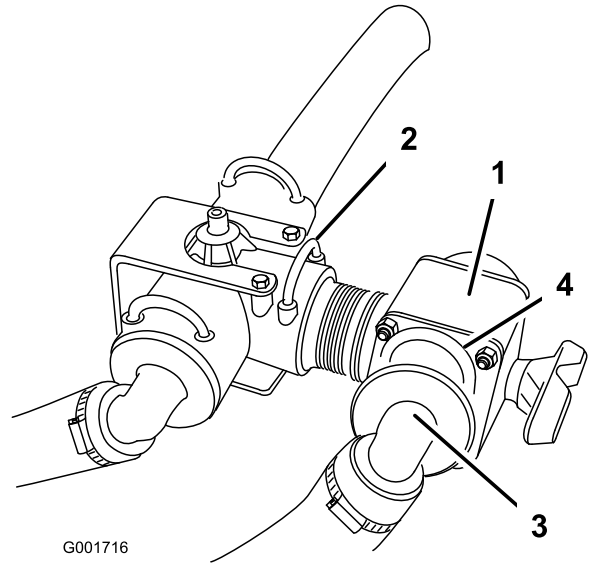

Figura 9
4. Installate la nuova valvola di regolazione nei punti di connessione liberi posteriori nel raccordo a T e fissatela con una nuova forcella di fissaggio (Figura 9).
6. Collegate il flessibile di alimentazione della barra al punto di connessione sulla valvola di regolazione e fissatelo con l'ancoraggio precedentemente rimosso (Figura 9).